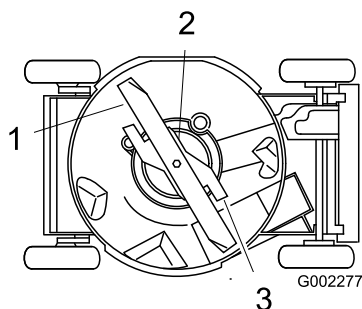

Figura 26
4. Vuelque el cortacésped hacia su lado **izquierdo** (limpiador de aire hacia arriba)(Figura 26).